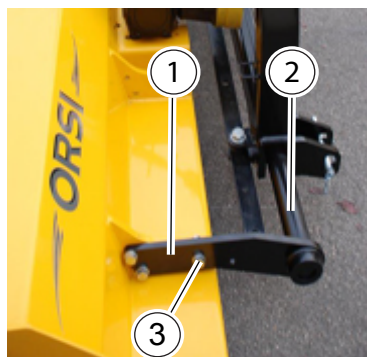

Fig.36
- Per i modelli 1901 - 2251 - 2501 posizionare le staffe (1, "Fig.36") sull'albero (2, "Fig.36") del gruppo spostamento.
- Sollevare il gruppo spostamento fino a portare le staffe (1, "Fig.36") all'altezza della struttura. Avvitare le viti (3, "Fig.36") per fissare il gruppo di spostamento alla struttura.
- For models 1901-2251-2501 place the brackets (1, "Fig.36") on the shaft (2, "Fig.36") of the side shift unit.
- Lift the side shift unit up to bring the brackets (1, "Fig.36") to the height of the structure. Tighten the screws (3, "Fig.36") to fix the side shift unit to the structure.
- Pour les modèles 1901 -2251-2501 placer les étriers (1, "Fig.36") sur l'arbre (2, "Fig.36") du groupe de déplacement.
- Soulever le groupe déplacement jusqu'à porter les étriers (1, "Fig.36") à la hauteur de la structure. Visser les vis (3, "Fig.36") pour fixer le groupe de déplacement à la structure.
- Für Modelle 1901-2251-2501 die Halterungen (1, "Fig.36") über Welle (2, "Fig.36") der Seitenverschiebung setzen.
- Heben Sie der Seitenverschiebung (1, "Fig.36") bis die Halterungen zur der Höhe der Struktur. Ziehen Sie die Schraube (3, "Fig.36") um der Verschiebungseinheit an Struktur zu fixieren.
- Para los modelos 1901 - 2251 - 2501 posicionar los soportes (1, "Fig.36") sobre la conexión (2, "Fig.36") del desplazamiento.
- Levantar el grupo desplazamiento hasta llevar los soportes (1, "Fig.36") a la altura de la estructura. Atornillar los tornillos (3, "Fig.36") para fijación del desplazamiento a la estructura.
- Para os modelos 1901 - 2251 - 2501 colocar os suportes (1, "Fig.36") no eixo (2, "Fig.36") do grupo de deslocamento.
- Elevar o grupo de deslocamento até que os suportes (1, "Fig.36") estejam à altura da estrutura. Apertar os parafusos (3, "Fig.36") para fixar a unidade de deslocamento à estrutura.